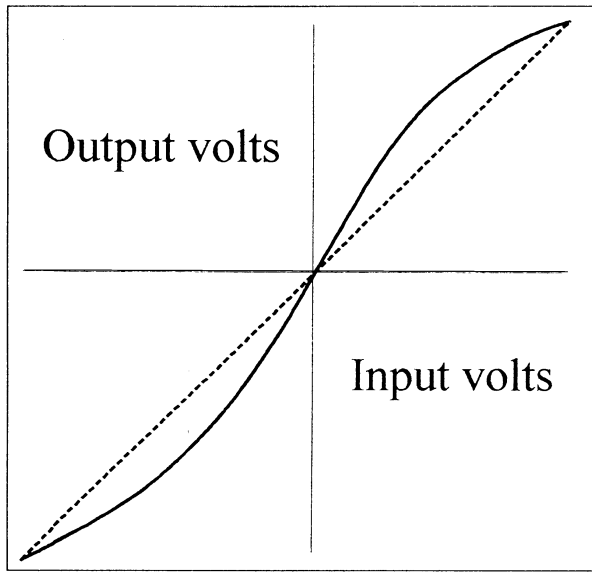
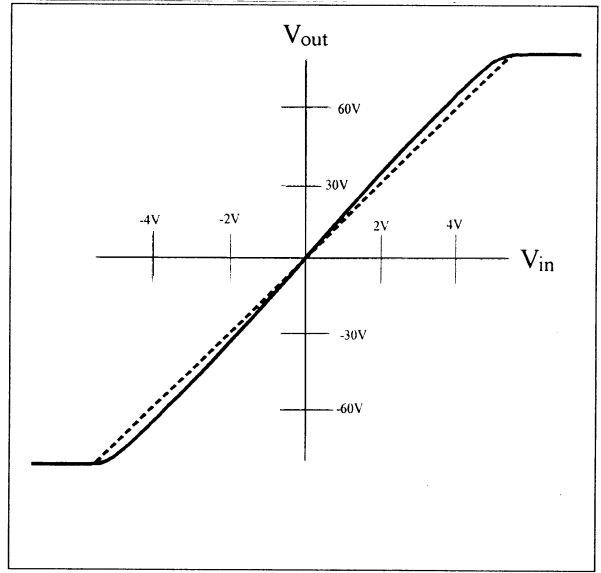

Рис. 50. Сквозные характеристики (вход/выход) типичного пентода.
Рис. 51. Сквозные характеристики двухтактного усилителя.
«хвост» искажений следует ожидать. S-образная передаточная характеристика (как на Рис. 50) означает доминирование искажений 3-го порядка (3-й гармоники); параболическая кривая (как на Рис. 51) указывает на доминирование второй гармоники (91). Эти характеристики передачи типичны для пентода и триода соответственно. Отметим, однако, что продукты искажений высших порядков увеличиваются при повышении мощности (см. Рис. 19 в части II). Происходит это оттого, что характеристики все более искривляются (или промежутки между ними сжимаются) на краях рабочего диапазона.
Хотя динамическая характеристика передачи для триода в SE имеет вид параболы, она становится S-образной при двухтактном включении того же триода! Это из-за того, что суммарные анодные характеристики создают новую результирующую характеристику передачи. И все же, несмотря на S-образность, результирующая кривая близко приближается к идеальной прямой (Рис. 51).